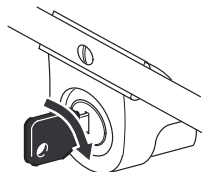

Figure 15
- **Démarrage électrique (modèle à démarreur électrique seulement)**—Mettez la clé dans le commutateur d'allumage. Tournez-la vers la droite et relâchez-la quand le moteur démarre (Fig. 15).